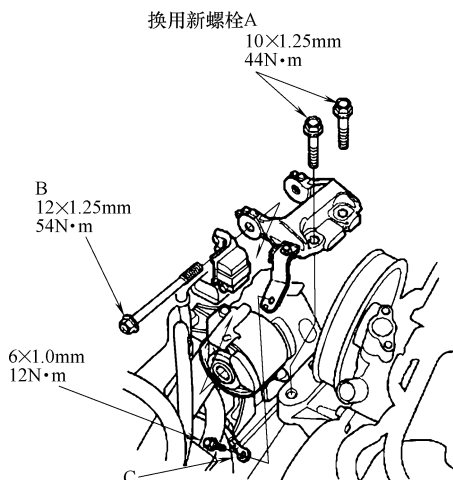

图 23-119 安装发动机侧面安装支架，
阻尼器的安装螺栓 B（图 23-119）。
- 17) 安装接地线 C（图 23-119）。